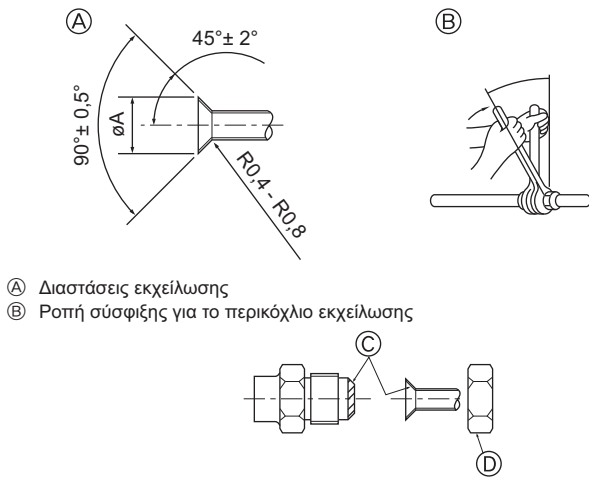

Fig. 4-2
(A) (Fig. 4-2)
(B) (Fig. 4-2)
4.2. Σωλήνες σύνδεσης (Fig. 4-2)